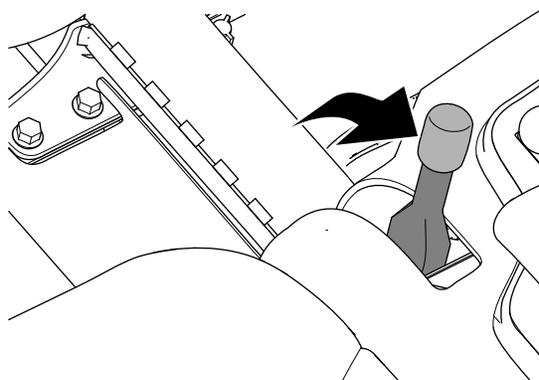

Figura 27
2. Engate o travão de estacionamento (Figura 27).